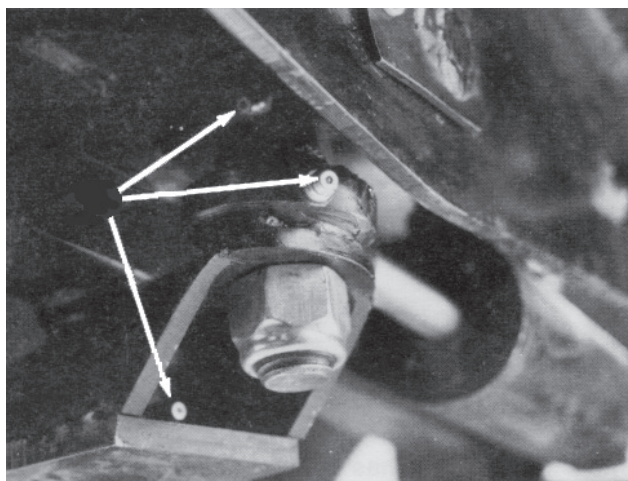

图40
- ステアリング・プレートのブッシュ (図40)
- アクスルのピンのブッシュ (図40)